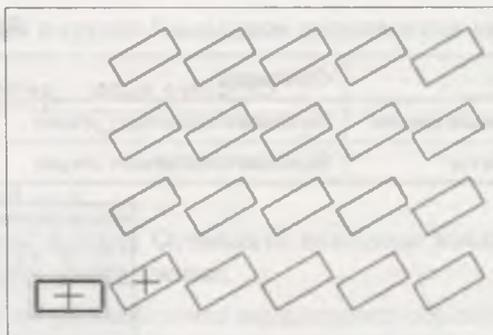

Рис. 11.18. Массив копий по параллелограммной сетке
- ◆ выберите базовую точку и щелкните ЛК мыши — массив копий по параллелограммной сетке построен (рис. 11.18);